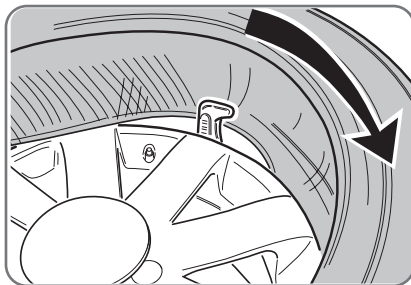
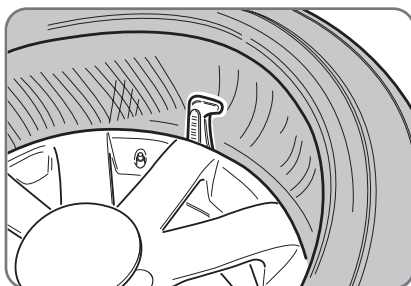

Fig. 6.45
Fig. 6.46
- Mantener ligeramente presionada la sección del neumático con el talón inferior sin introducir todavía en la llanta y pisar el pedal (Fig.6.45) para iniciar la rotación hasta que el primer talón esté completamente insertado (Fig.6.46).